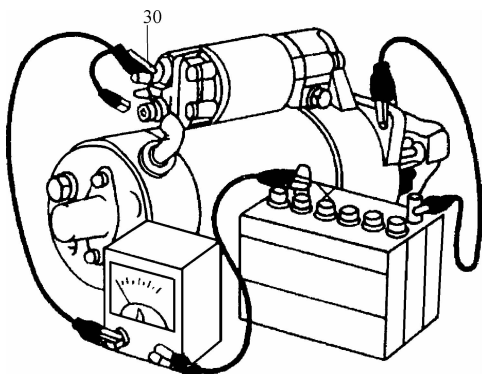

图 4-9 起动机空载试验线路连接
1) 如图4-9所示, 将起动机与蓄电池和电流表(量程为0~100A以上的直流电流表)连接。蓄电池正极与电流表正极连接, 电流表负极与起动机“30”端子连接, 蓄电池的负极与起动机外壳连接。